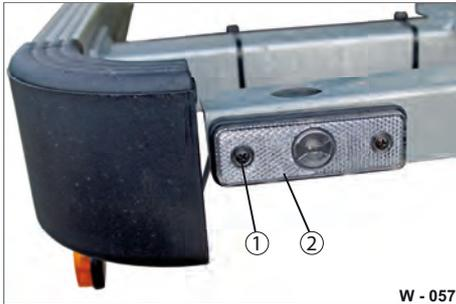

Abb. 68 Begrenzungsleuchte, Stirnbordwand
- ▶ Befestigungsschrauben (Abb. 68/1) lösen.
- ▶ LED-Leuchte (Abb. 68/2) entnehmen - Verbindung ausstecken.